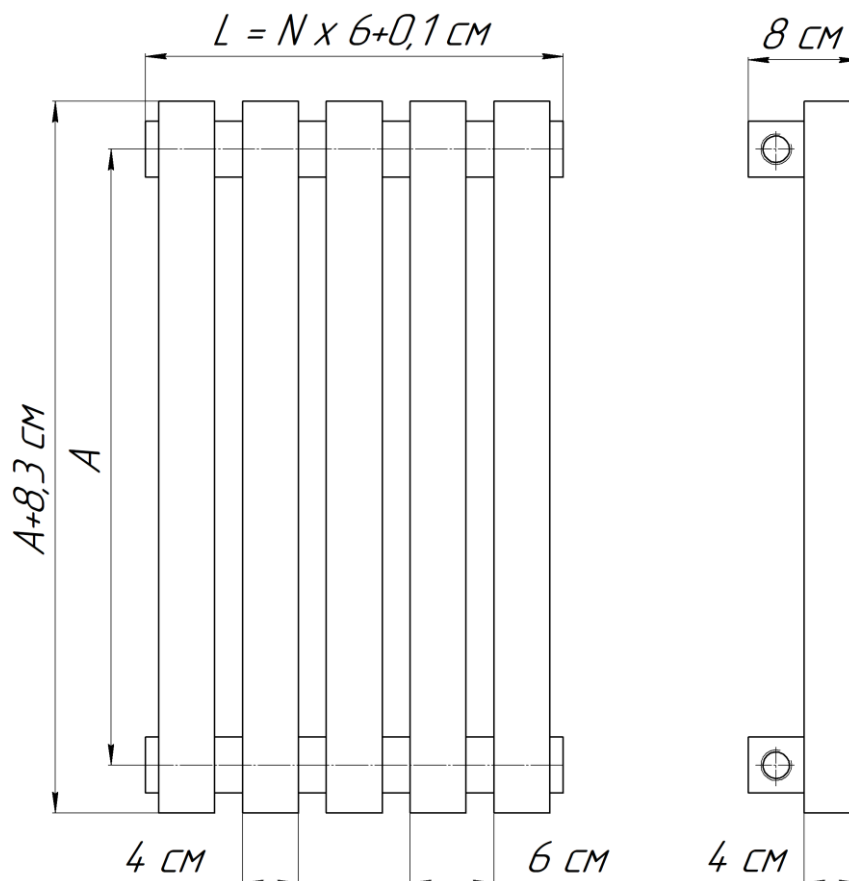

Рис. 1 Радиатор «QUADRUM 40 V», где: A – межцентровый размер, см; N – количество секций; L – габаритная длина, см.
2.1. Основные размеры и параметры радиаторов приведены на рис.1 и в Таблице №1.